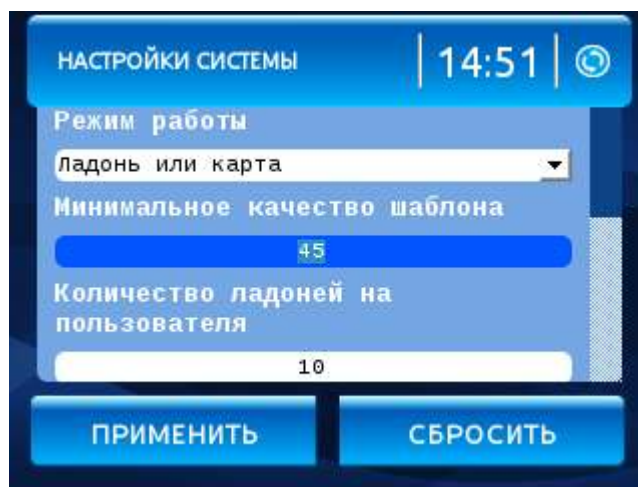

Рисунок 30 - Параметр «Максимальное качество шаблона»
- 4.1.1.2 Параметр «**Минимальное качество шаблона**» (Рисунок 30) задает численное значение, определяющее минимальный уровень качества при регистрации скана ладони. Не рекомендуется изменять данное значение.